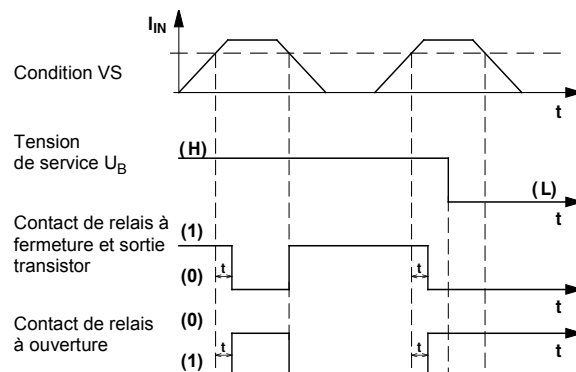

Figure 6 Diagramme fonctionnel : commande par courant de repos avec dépassement de valeur seuil (VS)
- Figure 6 : tourner le potentiomètre de valeur seuil jusqu'à ce que la LED jaune « SW » s'éteigne.